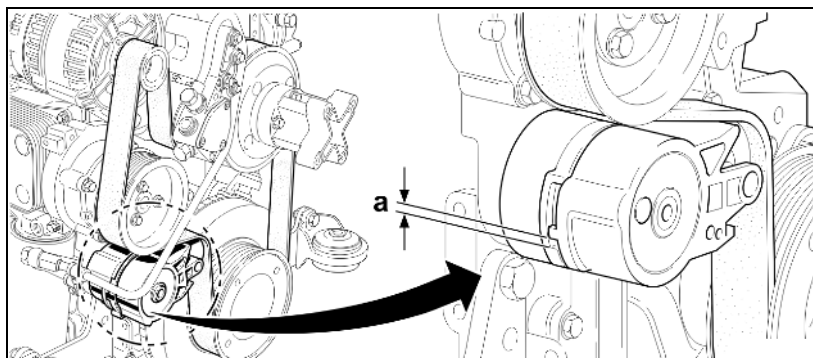

Fig. 170
1. Amplasați o cuvă de colectare sub șurubul de obturare (Fig. 170/1).